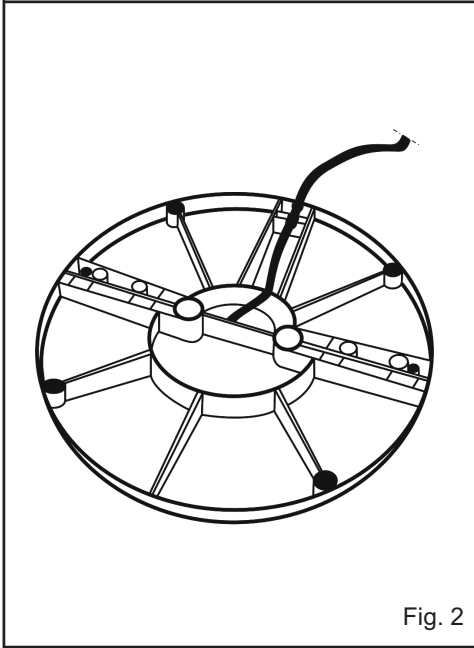

Fig. 2
2. Pase el cable de alimentación por el interior de la base y sujételo en el anclaje ubicado debajo de la misma base. (Fig.2)
2. Run the power cable through the inside of the base and fix it to the fitting under the base. (Fig.2)